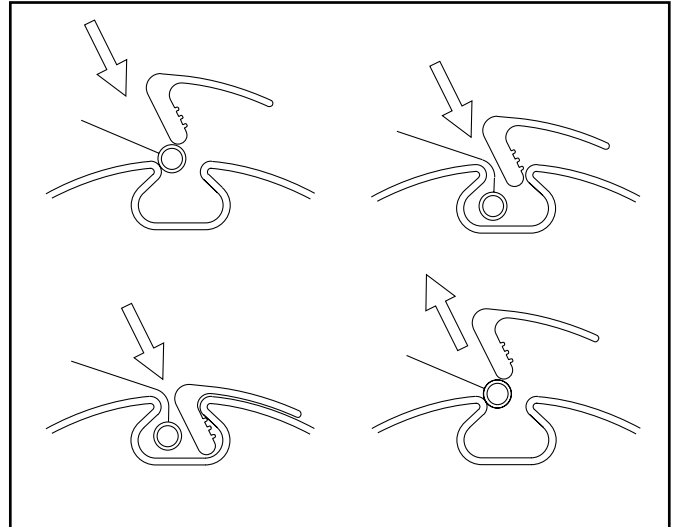

Abb. 3 : Clip on - clip off Profil
- Vorteil: schneller und einfacher Tuchwechsel. (siehe Abb. 3)